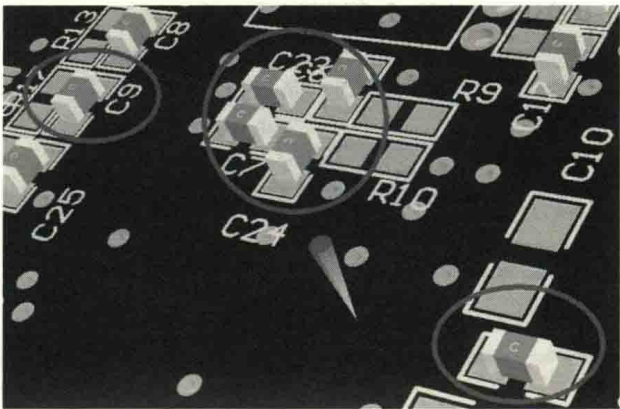

图 5-54 3D PCB 设计效果图
(5) 同样，存储制作好的 3D 封装库，更新此库到 PCB 中，切换到 3D 视图，即可查看制作的 3D 效果，如图 5-54 所示。